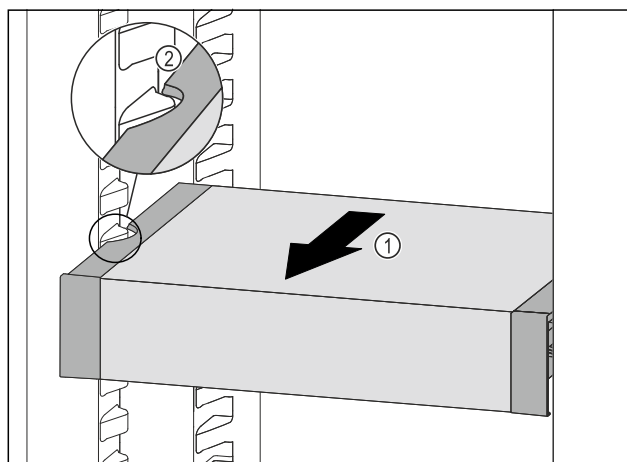

Fig. 138
- ▶ Predal VarioSafe povlecite naprej Fig. 138 (1), dokler nista stranska izreza predala VarioSafe na višini nastavka za posodo v hladilniku. Fig. 138 (2)